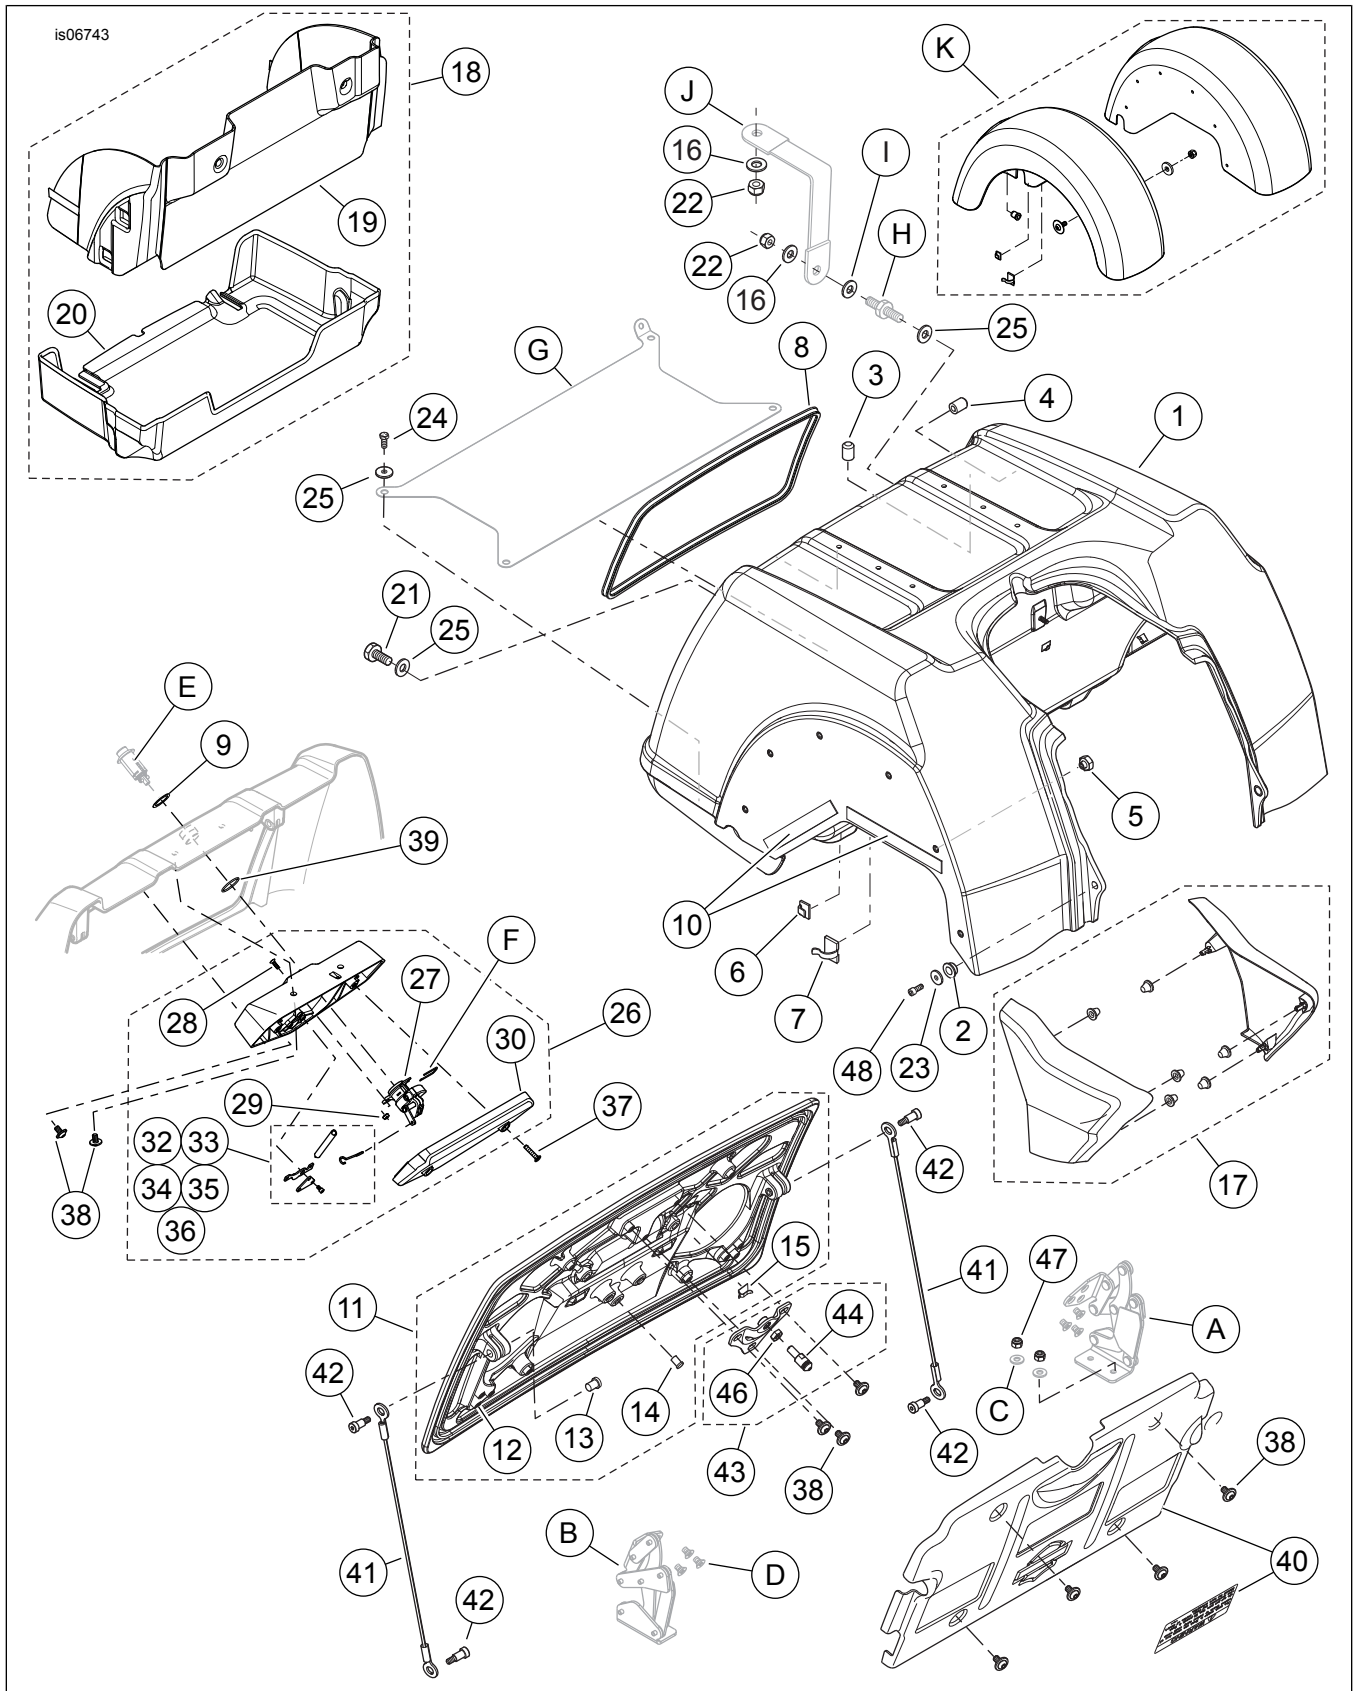

Figure 1. Pièces détachées, kits de corps de remplacement Trike
Voir Figure 1, Tableau 1, Tableau 2, Tableau 3 et Tableau 4.
1. Voir Figure 1. Installer les garde-boue sur le **nouveau** corps selon les instructions du kit de garde-boue arrière (K), avec la modification suivante :
- **Modèles AVEC coffre Tour-Pak :** Plancher (intérieur), quatre vis (24) et rondelles (25) du kit. **Paroi avant gauche (intérieure)**, goujon de masse d'origine (H) et rondelles (25) du kit. Vis (21) de la **paroi avant droite (intérieure)** et la rondelle (25) du kit. **Bride avant inférieure (extérieure)**, vis (48) et rondelle (23) du kit.
- **Plancher (intérieur)**, quatre vis (24) et rondelles (25) du kit. Les deux vis (21) de la **paroi avant (intérieure)** et les rondelles (25) du kit. **Bride avant inférieure (extérieure)**, vis (48) et rondelle (23) du kit.
- Pour les modèles AVEC coffre Tour-Pak** : Installer une rondelle plate (16) du kit sur le goujon de masse (H). Attacher l'extrémité libre de la sangle de masse (J) au goujon de masse avec un **nouveau** contre-écrou hexagonal (22) et une rondelle plate (16) du kit. Serrer le contre-écrou à une couple de 19–23 N·m (14–17 ft-lbs). **Pour les modèles SANS coffre Tour-Pak** : Attacher le fil de masse de l'antenne AM/FM à la plaque de masse avec la vis à tête ovale d'origine. Serrer la vis à 2,3–4,5 N·m (20–40 in-lbs). Installer le mât et attacher le câble d'antenne.
- Voir Figure 1. Examiner la rondelle d'étanchéité en mousse de l'ensemble de verrou de coffre (9) à l'ouverture du verrou sur le corps et la remplacer si nécessaire. Suivre les instructions du manuel d'entretien pour installer le **nouvel** ensemble de loquet (26) sur le corps, avec les exceptions suivantes :
- Placer le **nouveau** joint torique (39) du kit autour de l'ouverture de verrou dans l'ensemble de loquet de prise.
- Installer l'ensemble de loquet de prise avec quatre **nouvelles** vis TORX® (38).
- Installer le **nouveau** couvercle de loquet (30) avec deux **nouvelles** vis à tête plate (37).
- Installer l'ensemble de verrou de coffre d'origine à travers le corps et dans le mécanisme de verrou (27) sur l'ensemble de loquet de prise.
- Voir Figure 1. Utiliser deux **nouveaux** écrous (47) et les rondelles (C) et joints toriques d'origine pour monter le feu de plaque d'immatriculation d'origine sur le **nouvel** ensemble de porte de coffre (11) selon les instructions du manuel d'entretien.
- Installer **sans serrer** le **nouvel** ensemble d'axe de blocage (43) sur la porte du coffre en utilisant trois vis TORX (38).
- Suivre les instructions du manuel d'entretien pour installer les charnières de porte de coffre de gauche (A) et de droite (B) sur la porte avec les six vis à tête plate d'origine (D).
- Examiner le joint de porte du coffre (8) autour de l'ouverture de porte et le remplacer s'il est endommagé.
Voir Figure 1. Retirer la visserie d'attache de couvercle latéral d'origine et installer les **nouveaux** couvercles latéraux selon les instructions du kit de couvercle latéral (17).
- Voir Figure 1. Installer les **nouveaux** revêtements de coffre vertical et inférieur (éléments 19 et 20, FLHTCUTG) ou le tapis de coffre d'origine (FLHXXX).